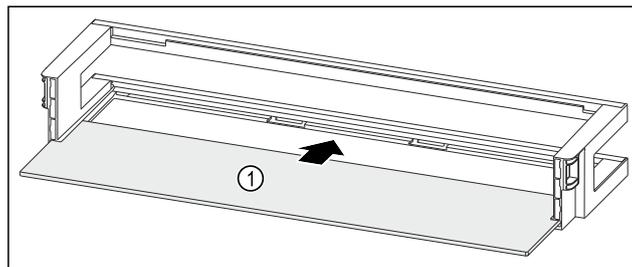

Fig. 50 Дверная полка со съёмной полкой
- ▶ Вдвиньте съёмную полку Fig. 50 (1) в боковые пазы.